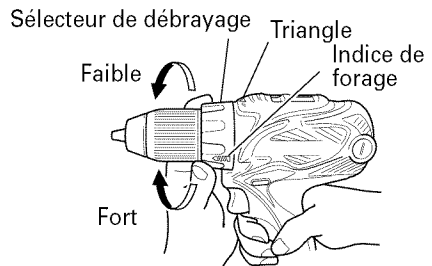

Fig. 6
5. Vérifier la position du sélecteur de débrayage (Fig. 6).
(2) Indication du couple de serrage (Voir Fig. 6).
(3) Réglage du couple de serrage (Voir Fig. 6)